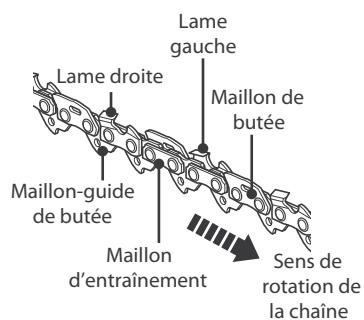

Fig. 50
- > La profondeur de coupe se définit par la différence de hauteur entre les dents et la rainure. Lors de l'affûtage de la chaîne [3], prenez note des points suivants (Fig. 50).